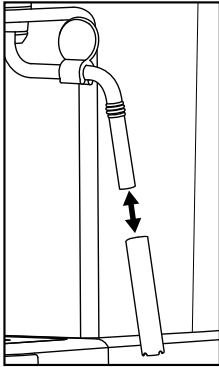

Abb. 1
- Ziehen Sie die Hülle der Milchaufschäumdüse **10** ab (Abbildung 1) und reinigen Sie diese sorgfältig im warmen Wasser.
- 7) Schieben Sie die Hülle wieder auf die Düse (siehe Abbildung 1).